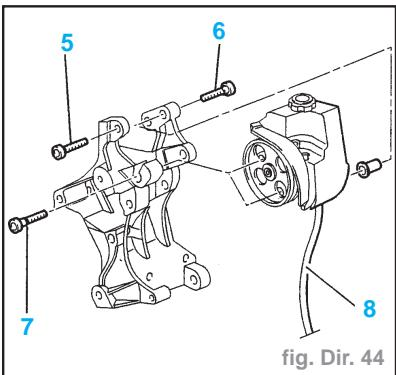

fig. Dir. 44
- Déposer la vis (2).
- Écarter le tuyau (1).
- le cache-style (3) (si nécessaire)
- la goulotte de remplissage (4) du bocal lave-vitre
- Déposer les vis (5) et (6) (fig. Dir. 44).